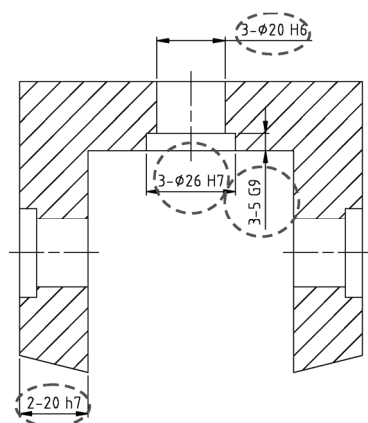

图 8-95 “俯视图”标注公差配合
7) 对“俯视图”中相关尺寸标注公差配合。“俯视图”中 3-5G9, 2-20h7, 3-Φ20h6, 3-26H7。如图 8-95 所示。标注完成后, “配合列表”将自动更新相关配合的公差, 如图 8-96 所示。